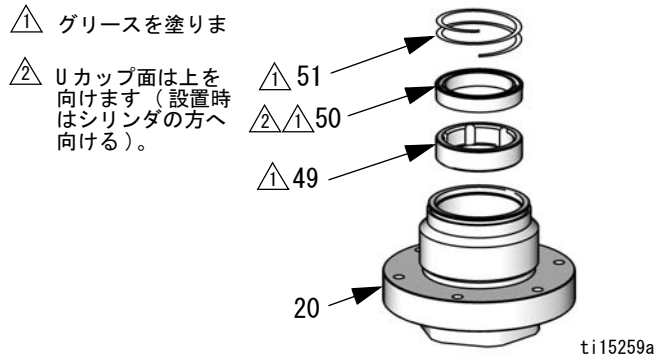

図 11. U-カップのスロートシール
13. **U-カップモデル**：O リングピックまたはペンチを使用してスプリングクリップ (51)、U-カップ (50)、およびベアリング (49) を取り外します。図 11、15 ページを参照してください。
14. パッキンナットの上部のOリング (2) および下部のOリング (21) を取り外して破棄します。
15. ピストンロッド (31) の六角部を万力で挟みます。1/2 インチの六角レンチを使用して、ピストン下部から (45) フロースルーナット (44) を取り外します。
16. O リング (32) およびシート (46) を取り外します。チェックボール (47) を万力から外して廃棄します。